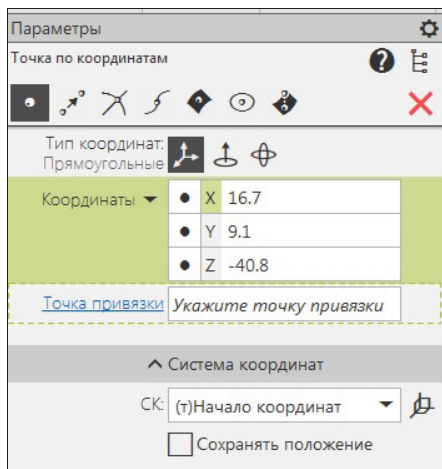

Рис. 20.16. Панель Параметры:
- ◆ вызовите команду **Точка по координатам**. На панели **Параметры: Точка по координатам** (рис. 20.16) в **Заголовке** имеются кнопки всех команд построения точки и группа **Тип координат**, где необходимо выбрать тип координат: